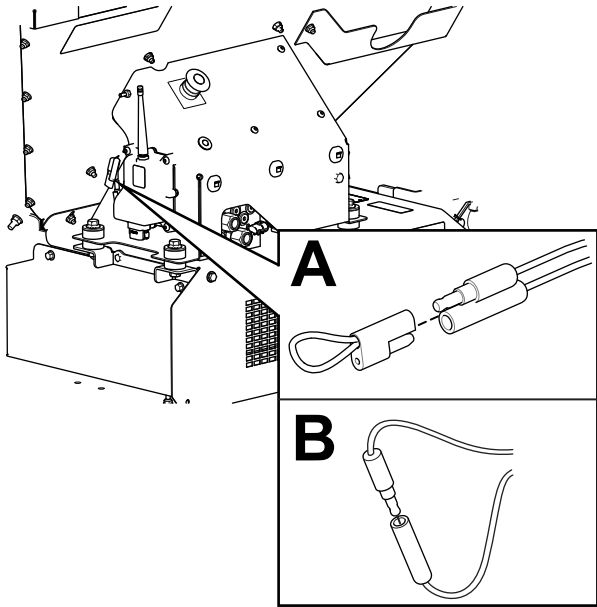

Figura 59
- Retire el tapón de los 2 conectores de derivación diagnósticos (Figura 59, A).
- Conecte entre sí los conectores de derivación diagnósticos (Figura 59, B).
2. Desconecte los conectores de derivación diagnósticos (Figura 59, B).
3. Coloque el tapón en los 2 conectores de derivación diagnósticos (Figura 59, A).